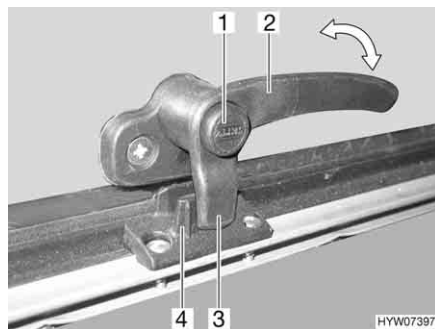
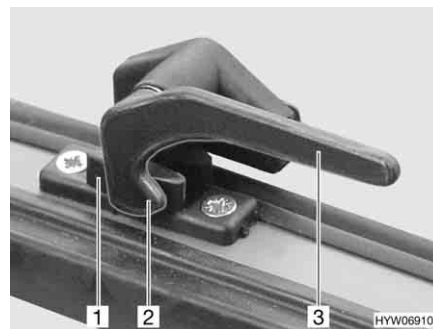

Fig. 71 Palanca de bloqueo con botón de seguridad en la posición de "cerrado"
Fig. 72 Palanca de bloqueo en la posición de "cerrado"
- Si existe, pulsar el botón de seguridad (Fig. 71,1) y mantenerlo pulsado.
- Girar la palanca de bloqueo (Fig. 71,2 ó Fig. 72,3) un cuarto de vuelta hacia la mitad de la ventana.
- Girar la palanca de bloqueo (Fig. 71,2 ó Fig. 72,3) un cuarto de vuelta hacia el marco de la ventana. El saliente de bloqueo (Fig. 71,3 ó Fig. 72,2) de la palanca de bloqueo se encuentra en la cara interior del bloqueo de la ventana (Fig. 71,4 ó Fig. 72,1).
- En la posición "cerrada fijamente" (Fig. 71 y Fig. 72)